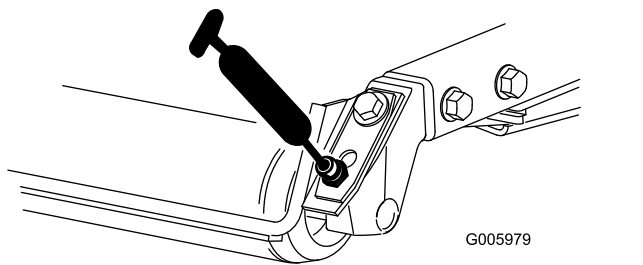

Figura 43
- Cojinetes de los rodillos traseros (2 por unidad de corte), como se muestra en la Figura 43.